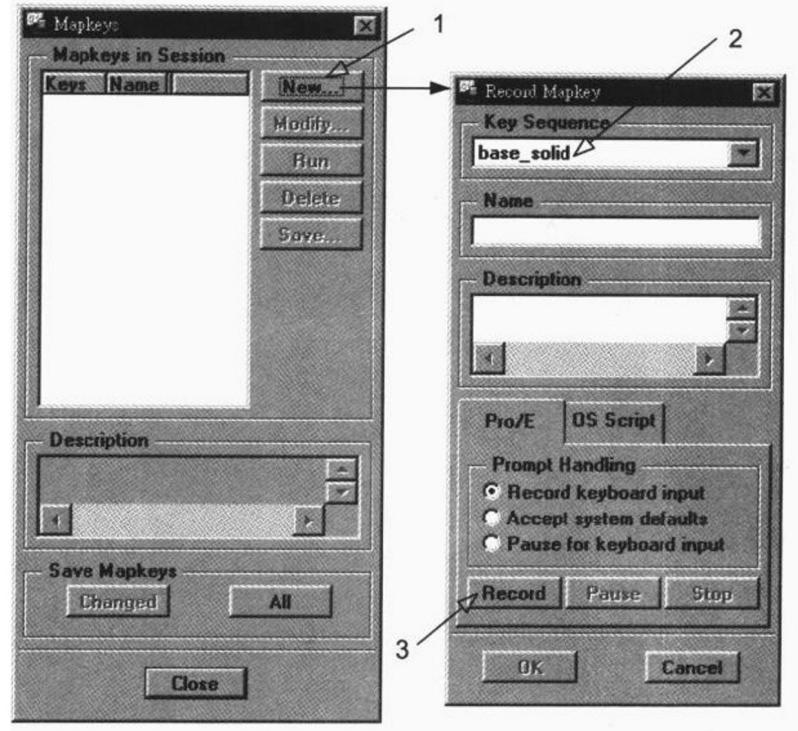

图 1.8
- [在 *Mapkeys* 对话框中单击 New 按钮, 如图 1.8 的 1 所示]
- [打开 *Record Mapkey* 对话框, 如图 1.8 的右图所示]
- [在 Key Sequence 列表框中输入快捷键的名称: base_solid, 如图 1.8 的 2 所示]
- [在 *Record Mapkey* 对话框中单击 Record 按钮, 如图 1.8 的 3 所示]